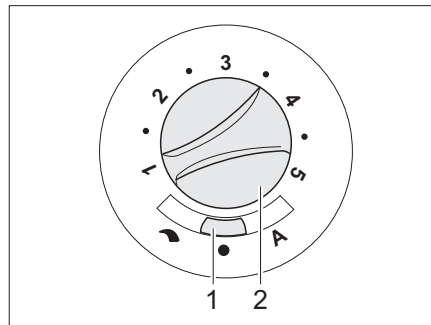

Bild 106 Bedienschalter für Umluftgebläse (12 V)
- Den Schiebeschalter (Bild 106,1) auf "H" (Handregelung) oder "A" (Automatikbetrieb) stellen.
- Wenn am Schiebeschalter (Bild 106,1) "H" (Handregelung) eingestellt ist: Mit dem Drehknopf (Bild 106,2) die gewünschte Leistung des Umluftgebläses einstellen.
- Den Schiebeschalter (Bild 106,1) auf "●" (Aus) stellen. Bei Heizbetrieb ist diese Schalterstellung außer Funktion.